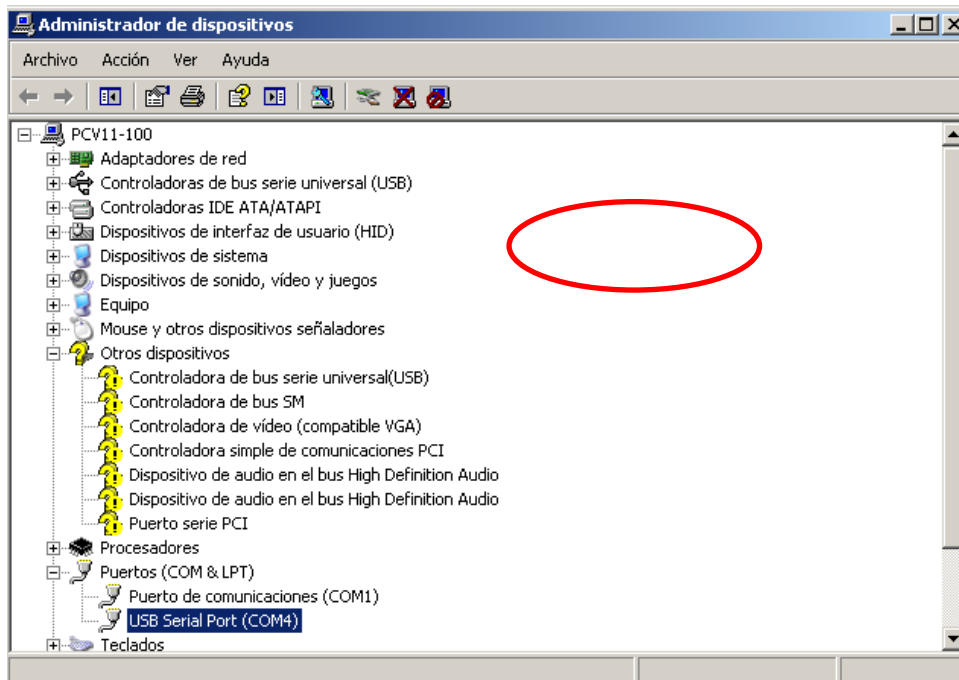

Fig. 117-Administrador de dispositivos
- 4) Dentro de la ventana del administrador de dispositivos, desplegar el menú "Puertos (COM & LPT)" y hacer doble click en el puerto serie que corresponde al iProgrammer. En el ejemplo de la Fig. 117, es el puerto "USB Serial Port (COM4)".